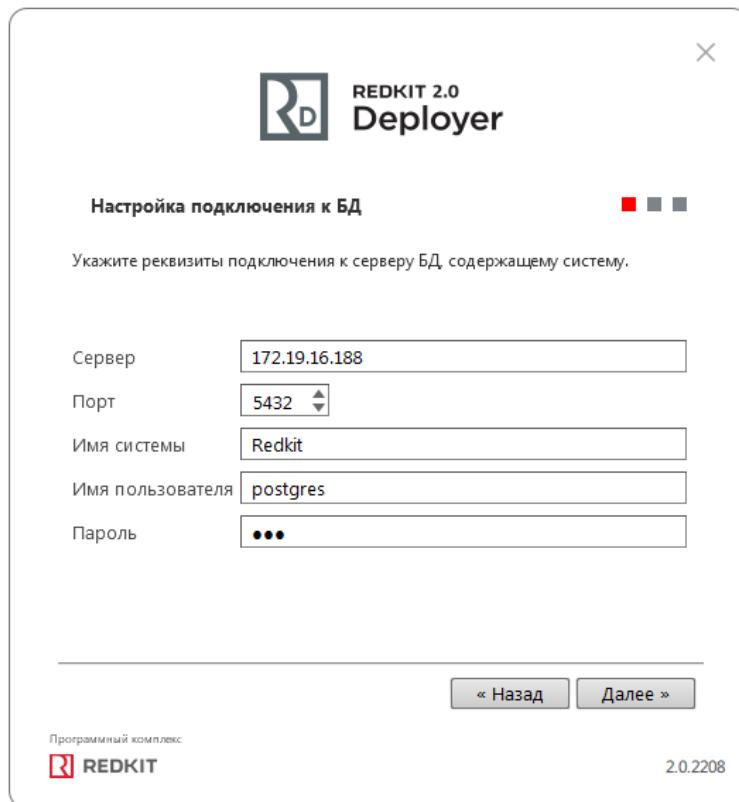

Рисунок 214 - Укажите реквизиты
3. Укажите реквизиты подключения к серверу БД, содержащему систему. Введите имя пользователя и пароль из п.12 раздела Установка Postgres (Рисунок 214). Нажмите **Далее**.